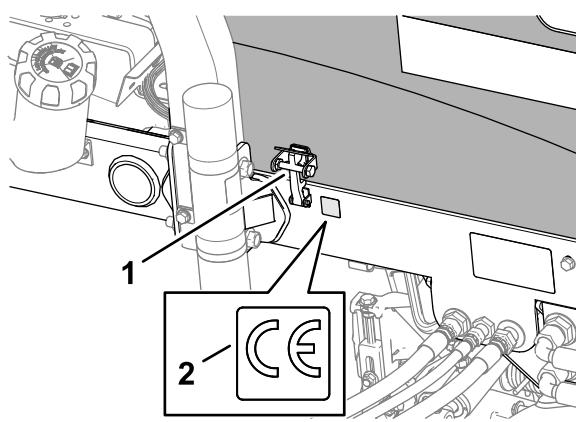

Figura 22
4. Rimuovete la parte posteriore e applicate l'adesivo CE (Nº cat. 133-8095) sul telaio come illustrato nella Figura 22.